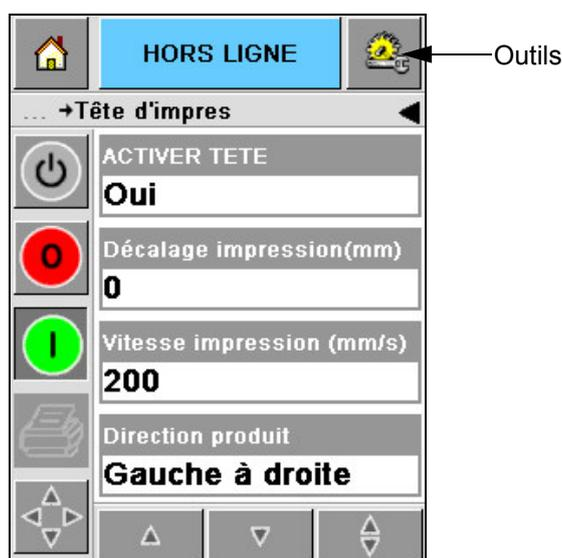

Figure 5-14 : Écran de configuration de tête d'impression
- 1 Allez à *Outils* > *Configuration* > *Tête d'impression* sur l'écran d'accueil. L'écran de configuration *Tête d'impression* apparaît (Figure 5-14).